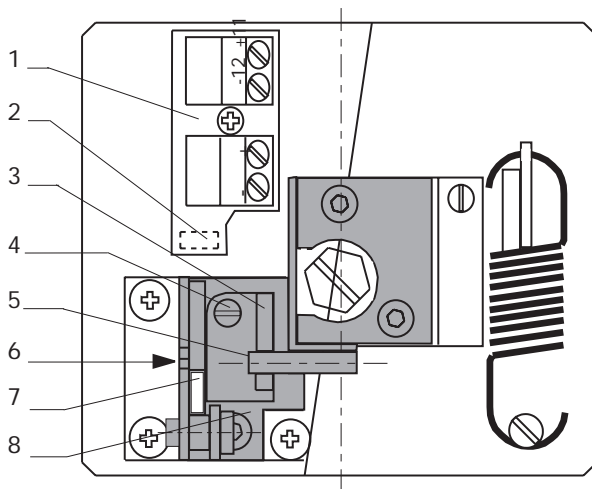

Рис. 8 · Конечный выключатель
5. Установка контакта конечного выключателя (Рис. 8)